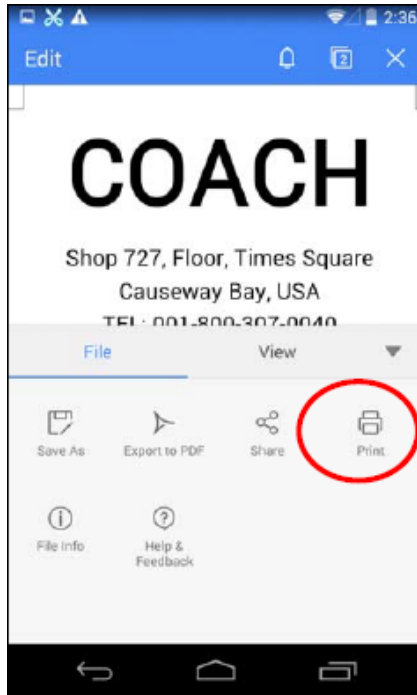

Figura 27
4.3 Cuando aparezca el menú seleccione “Print” (como se muestra en la Figura 27).